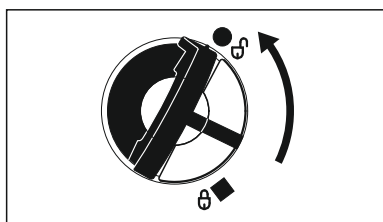

Рис. 50
- Установить запорное устройство бака и поворачивать против часовой стрелки до тех пор, пока оно не войдет в посадку заливного патрубка (рис. 50).